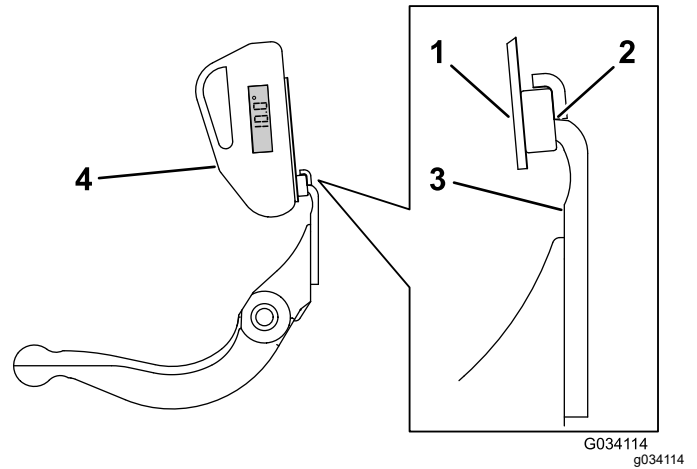

图 26
3. 将角度指示器底座放在底刀边缘上以使磁体边缘与底刀边缘紧密配合 图 26。
4. 如 图 26所示将角度指示器放置到底座上。